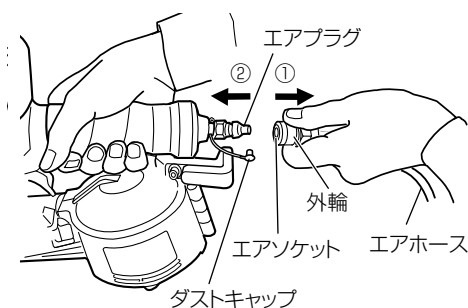

図 5
本機にエアホースを接続する場合はエアプラグからダストキャップをはずし、図5のように、①エアソケットの外輪を引き、②エアソケットをエアプラグにしっかりとさし込んでエアホースを接続します。（手をはなすと外輪は戻ります。）